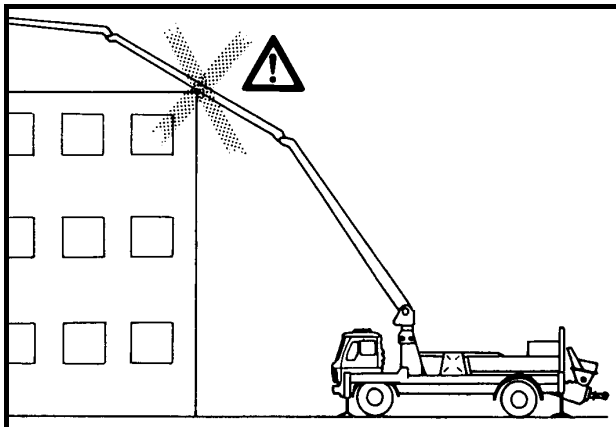

Fig. 1
- Contacto de la pluma de distribución (Fig. 1).